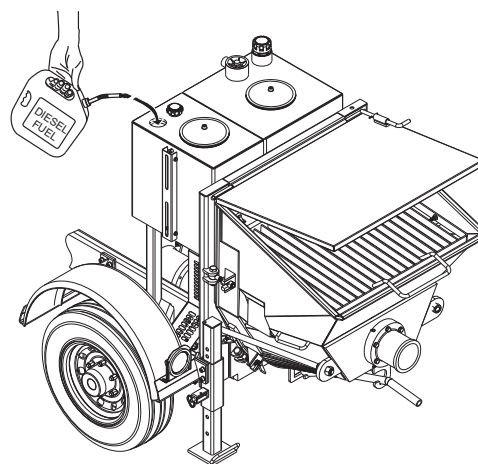

Figura 10. Adición de combustible diesel
2. Si el nivel de combustible es bajo, quite la tapa de llenado de combustible y llene de combustible diesel No. 2 (Figura 10).